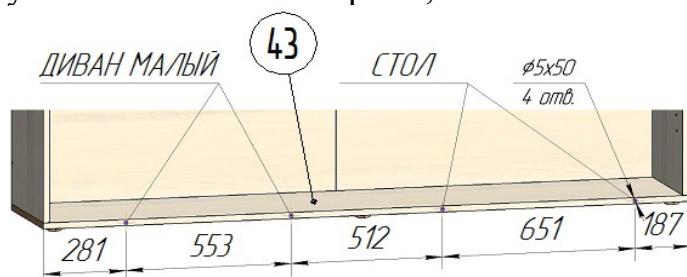
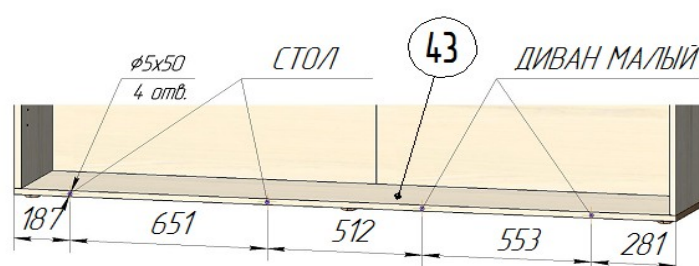
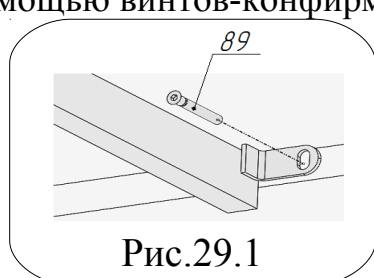

Рис.19.1
Рис.19.2
Рис.29.1
В зависимости от комплектации приобретенного Вами изделия, необходимо просверлить присадочные отверстия на лицевой стороне панели поз.43 в соответствии с рис.19.1, если диван будет устанавливаться слева, а стол справа. Просверлить отверстия в соответствии с рис.19.2, если диван будет устанавливаться справа, а стол слева.
49. Просверлить в панели нижней поз.43 отверстия $\varnothing 5 \times 50$ с координатами в соответствии с рис.19.1 и 19.2. Присоединить собранный каркас дивана к коробу с помощью винтов-конфирматов поз.89 (рис.29.1 и рис.29.2).